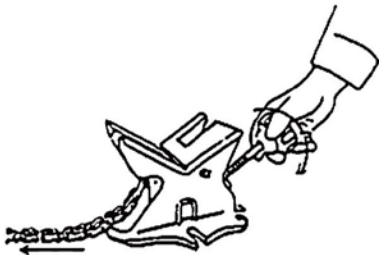

図 1
- ①締付ノブを左へいっぱいまで回して下さい。（図1）
- ②チェーンを前方へ広げ、伸ばして下さい。（図1）